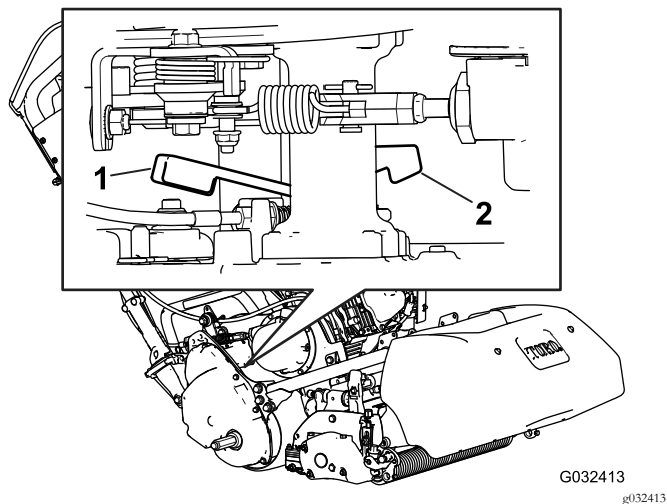

图32
1. 在机器的右后角找到靠近驱动装置壳体轮鼓的牵引接合/分离控制杆 图32。